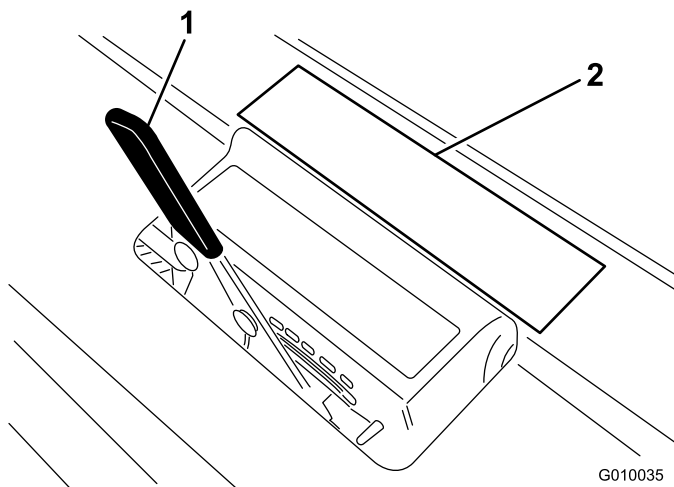

Figura 27
2. Coloque o dente no autocolante de profundidade do dente (Figura 27) com uma extremidade alinhada com a profundidade de arejamento pretendida (consulte o desenho do dente no autocolante).